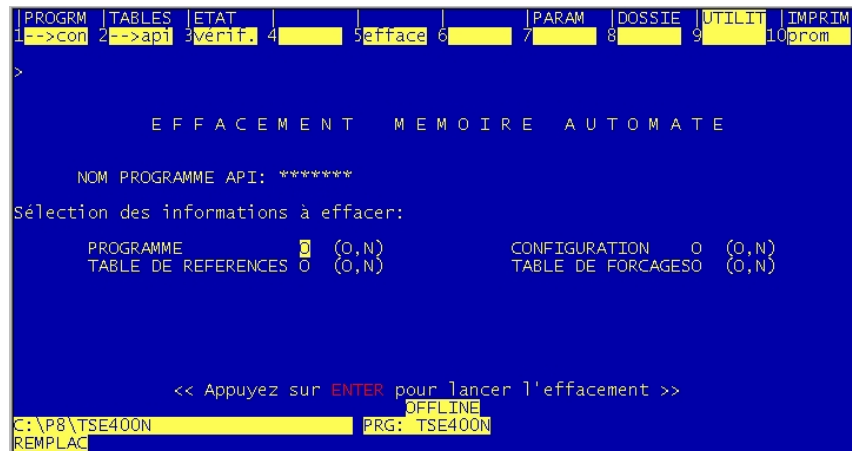

Figura 6.15. Borrado de información del PLC.
- F5: Esta opción se utiliza para borrar el programa, la configuración y/o las tablas de referencia que se encuentran en la memoria del PLC (Figura 6.15).